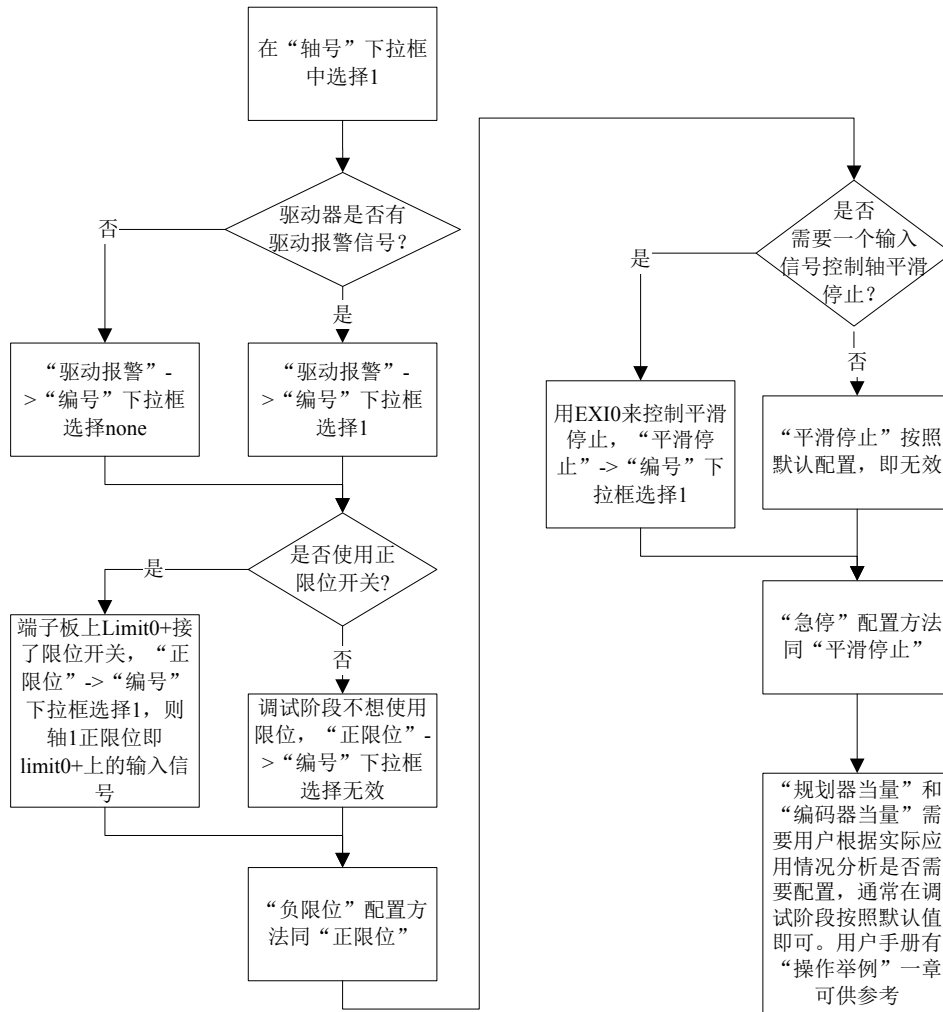

图 4-18 开环模式下 axis 配置流程
- (1) 打开 MCT2008 软件，点击“工具”->“控制器配置”->“axis”页，开环模式下的 axis 配置流程如图 4-18 所示。